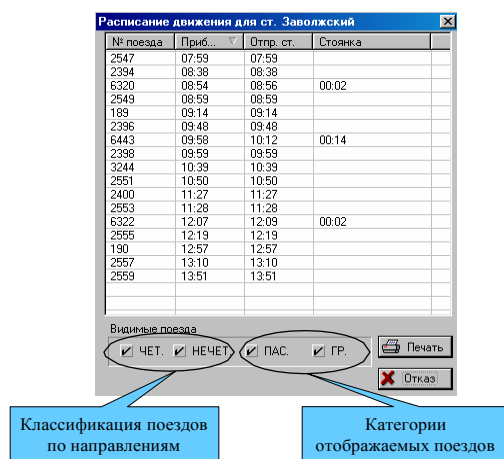

Рис. 14. Расписание движения поездов по станции.
В окне «Расписание движения» (рис. 14) можно получить информацию о временах прибытия, отправления и стоянке поездов на станции, а также установить категории отображаемых поездов (наведите курсор «мыши» на соответствующие кнопки и нажмите левую клавишу). Кроме того, при наведении курсора «мыши» и нажатии левой клавишей на верхние заголовки (№ поезда, Приб. ст., Отпр. ст., Стоянка), можно отсортировать содержимое столбцов по возрастанию/убыванию. Для удобства работы расписание можно вывести на печать.
3. В окне «Ввод предупреждения» (рис. 14) ввести данные по предупреждению: